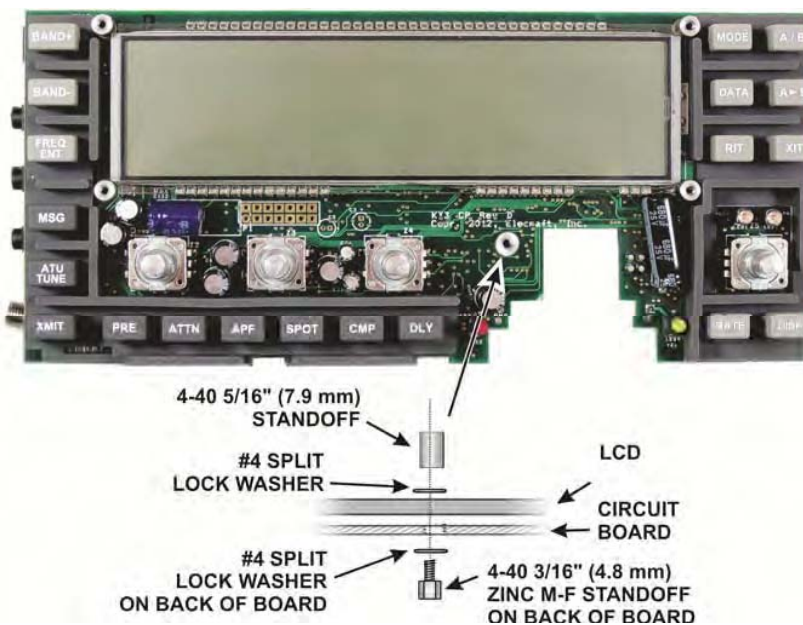

Figure 14. Installing CP Board Standoff Hardware - Part 3.
□ 残りのスペンサーを図14に示されるようなCPボードにインストールしてください。次のことを注目する、これの離れている用途、より大きな4-40ハードウェア、およびボードの裏で離れているM-F。